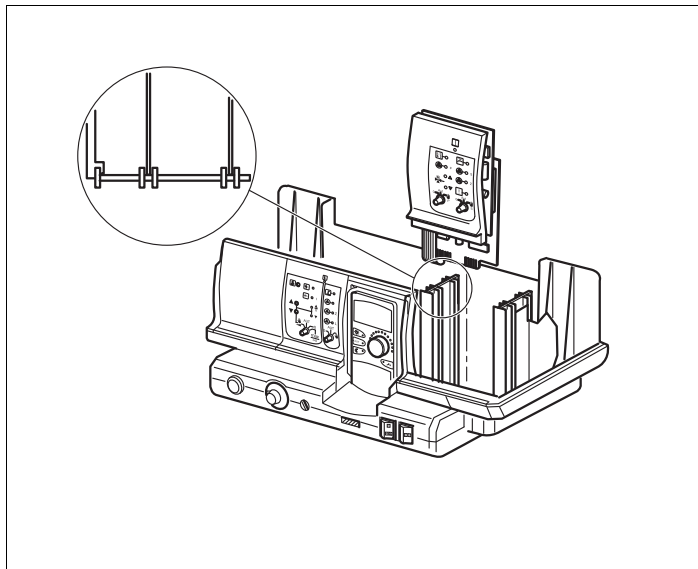

Fig. 15 Montagem e desmontagem do módulo
- Inserir o novo módulo ao pressionar a barra da sonda na slot livre, a partir de cima (→ Fig. 15), até este encaixar claramente.
- Inserir o novo módulo ao pressionar a barra da sonda na slot livre, a partir de cima (→ Fig. 15, página 26), até este encaixar claramente.